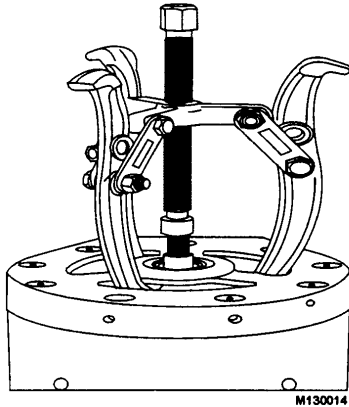

FIGURA 13-10
2. Con un extractor de engranajes, saque la caja del extremo del alternador (Figura 13-10).